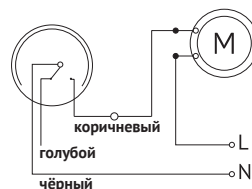
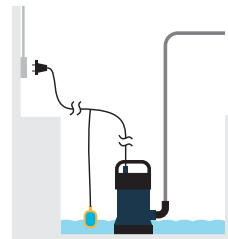

Рис. 4
Рис. 5
**Схема подключения с контролем уровня жидкости в дренажном (опорожняемом) резервуаре.** Подключите коричневый провод поплавкового выключателя к насосу, а чёрный – к нулю (рис. 4). Голубой провод должен остаться неподключенным. Возможные варианты подключения показаны на рис. 5 и 6. Насос выключится, когда вода в резервуаре опустится до заданного уровня. Как только уровень воды поднимется до заданной отметки, насос снова начнёт откачивать воду.